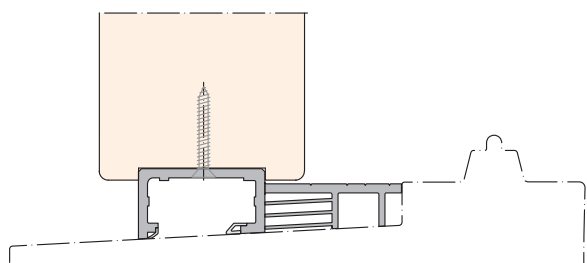

Bild 3
- Aufsatzschiene HH0132-06 **(35)** anschrauben (Bild 3 und 4).